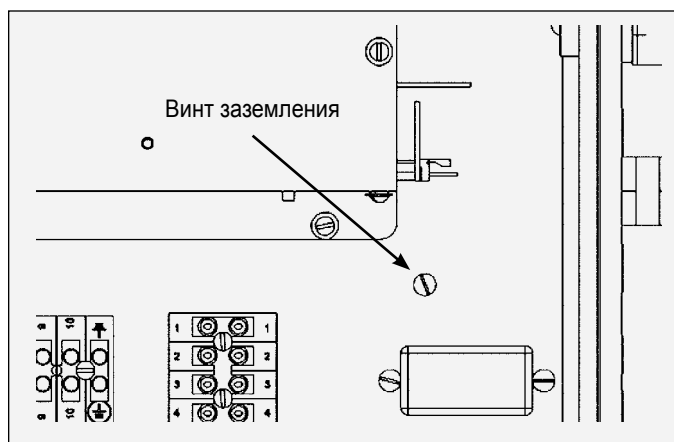

Рис. 13: Винт заземления на монтажной панели
3. Провод заземления (зеленый) реле потока должен быть подключен к винту заземления на монтажной панели, изображенной на рис. 13. Провод для передачи триггерного сигнала (синий) должен быть подсоединен ко входу триггерного сигнала на головке разъема J3-5, который соединен с платой ПК. *На провод для передачи триггерного сигнала должен быть установлен ферритовый фильтр рядом с разъемом J3-5.*